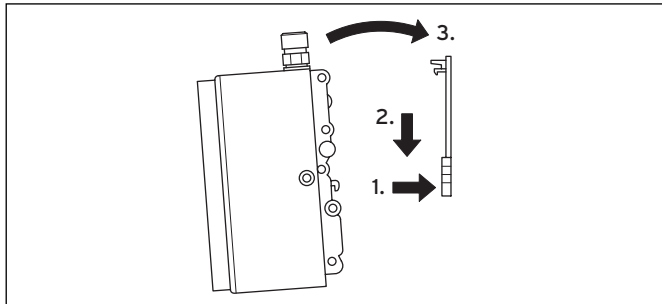

Abb. 3.4 Gerät anbringen
- Zur Demontage des Gerätes die Rastnase des Wandhalters mit einem flachen Schlitzschraubendreher nach oben drücken und Gerät vorsichtig vom Wandhalter nach oben abnehmen (**Abb. 3.4**).